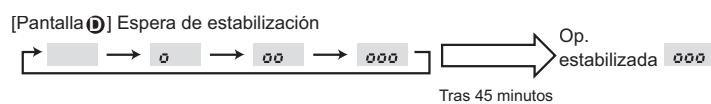

Fig. 8-3
- ③ Pulse el bot n **FILTER** (↔) para confirmar el ajuste. (Fig. 8-3)